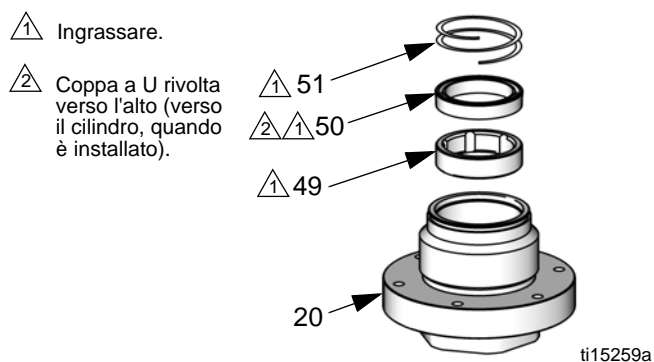

FIG. 11. Guarnizione della ghiera della guarnizione a U
13. **Modelli con guarnizione a U:** Usare uno strumento per anello di tenuta o delle pinze per rimuovere il fermaglio a molla (51), la guarnizione a U (50) e il cuscinetto (49). FIG. 11, pagina 15.
14. Rimuovere e gettare l'anello di tenuta superiore (2) e inferiore (21) del dado premiguarnizione.
15. Spingere l'esagonale della biella del pistone (31) in una morsa. Usare una chiave esagonale da 1/2 poll. per rimuovere il dado di flusso passante (44) dalla parte inferiore del pistone (45).
16. Rimuovere l'anello di tenuta (32) e la sede (46). Rimuoverlo dalla morsa e far uscire il galleggiante (47).